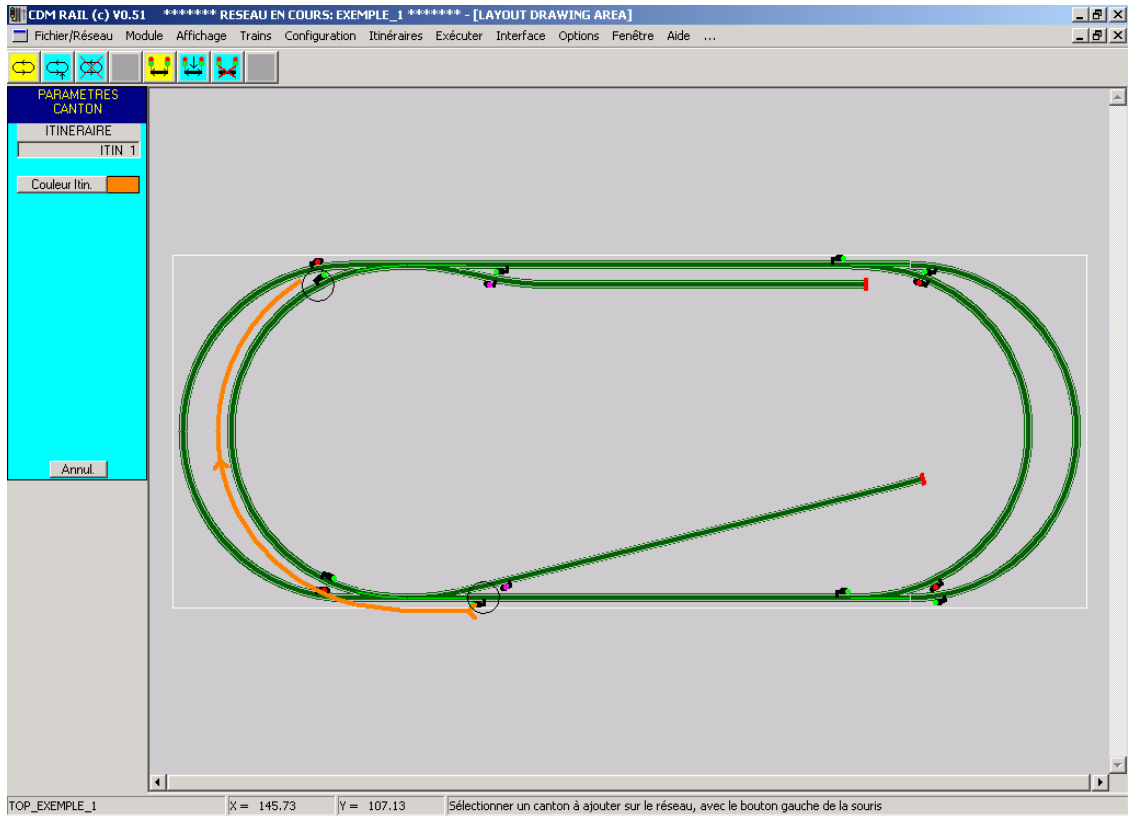

Figure 7-5 Après validation du premier canton.
Le symbole du premier canton se réaffiche avec la couleur choisie pour l'itinéraire (figure 7-5), et deux symboles circulaires noirs matérialisent le début et la fin de l'itinéraire en cours d'édition.
Les figures 7-5, 7-6 et 7-7 sur les trois pages suivantes montrent l'enchaînement des opérations de saisie de l'itinéraire ITIN_1:
- Figure 7-5: sélection du deuxième canton